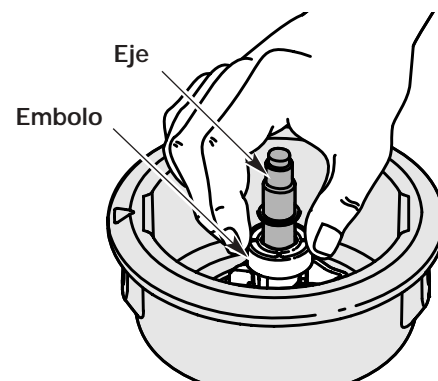

Fig. 30
5. Limpie el eje y la superficie interior de la bobina exterior. Para limpiar el eje debajo del émbolo, empuje el émbolo hacia abajo (Fig. 30). Saque toda la suciedad o residuos del eje.